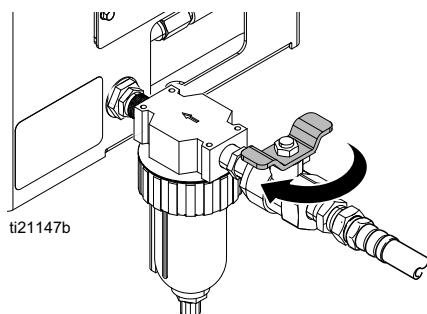

図 11
12. 3/8 インチの最小エア供給ラインをエアフィルターに取り付けます。図 11 のように設置します。